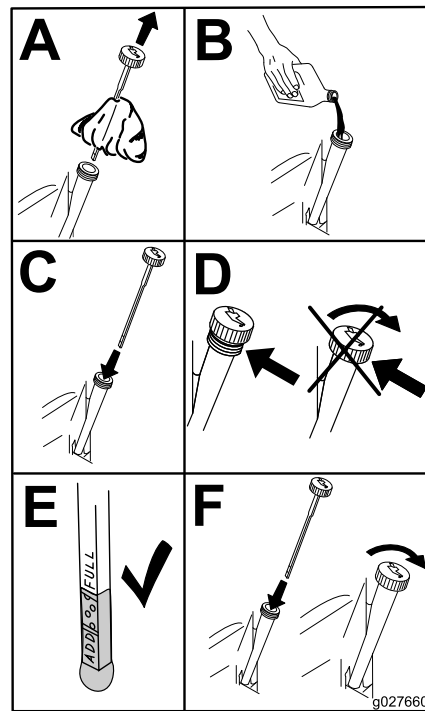

Figura 54
- Vierta lentamente un 80% aproximadamente del aceite especificado por el tubo de llenado, luego añada lentamente el resto del aceite hasta que llegue a la marca **Lleno** (Figura 54).